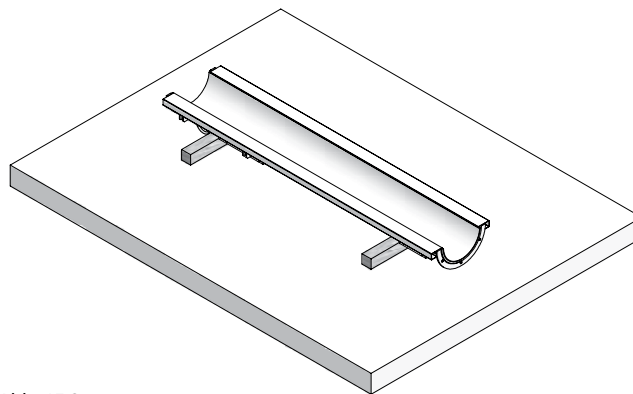

Abb. 15.2
2. Die Halbschalen mit einem Holzkeil auseinanderdrücken und die am Kran geführte Halbschale zum Reinigen ablegen (Abb. 15.2).